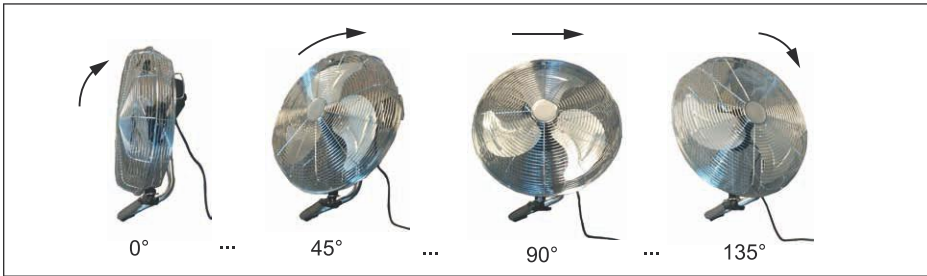

Fig.54: Indstilling af hældningsvinklen
- Vip ventilatoren til den ønskede position, hvor ventilationen skal komme fra. Se fig. 54.